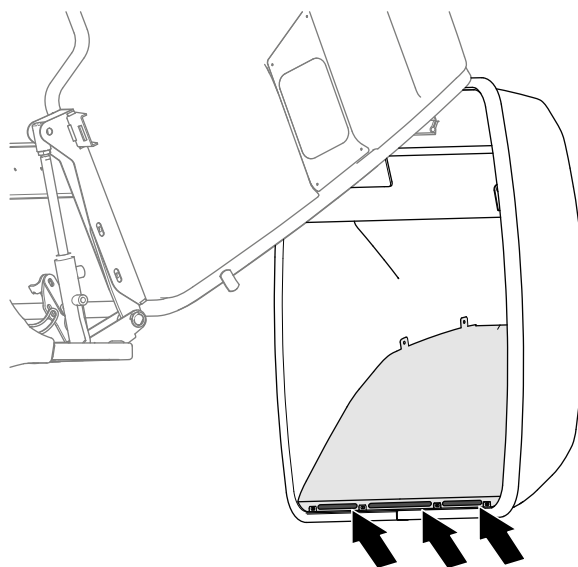

図 141
6. 圧縮空気を使って、ホッパーのドアの内側の金属製の板の下部にあるスロット部分を清掃する図 141。